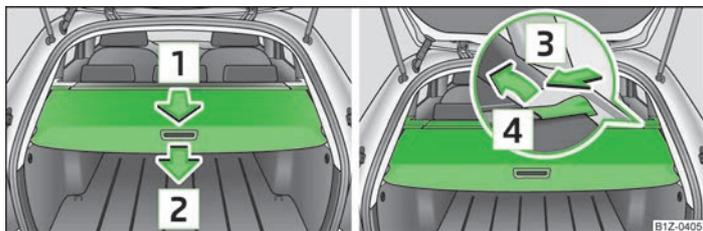

Fig. 56 Maletero: Cubierta del maletero enrollable/desmontar la cubierta del maletero enrollable
► Tirar de la cubierta enrollable del maletero en el sentido de la flecha **1** » fig. 56 hasta el tope en posición asegurada.
► Presionar la cubierta en la zona del asidero en el sentido de la flecha **2** » fig. 56; la cubierta se enrollará automáticamente.
► Para el transporte de materiales voluminosos se puede desmontar completamente la cubierta enrollable del maletero, presionando para ello en el lado de la barra transversal en dirección de la flecha **3** » fig. 56 y quitar la cubierta con un movimiento en dirección de la flecha **4**.
Si se desea utilizar todo el espacio del maletero, se puede desmontar la cubierta enrollable del mismo » fig. 56 de la página 66.